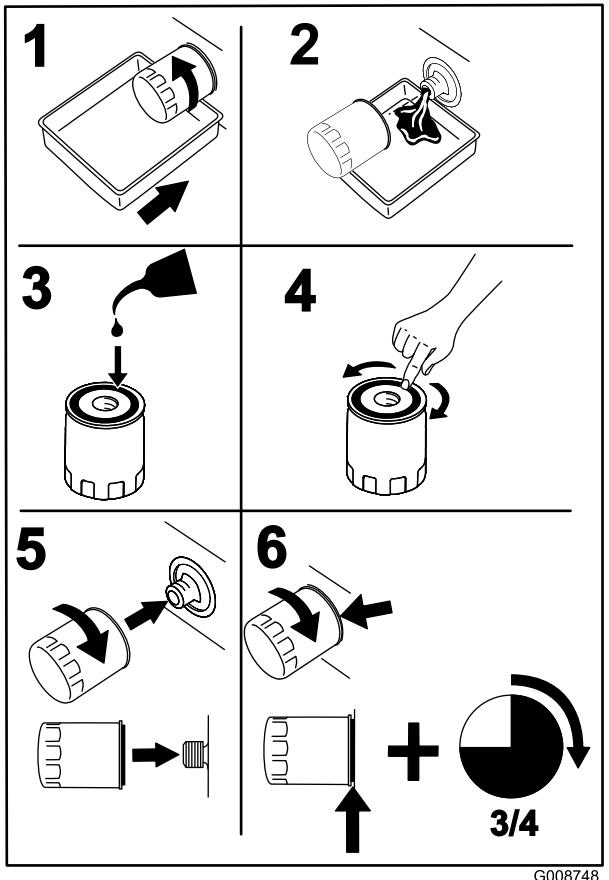

Figura 41
4. Coloque un recipiente debajo del filtro de aceite, y gire el filtro en sentido antihorario para retirarlo (**Figura 41**).